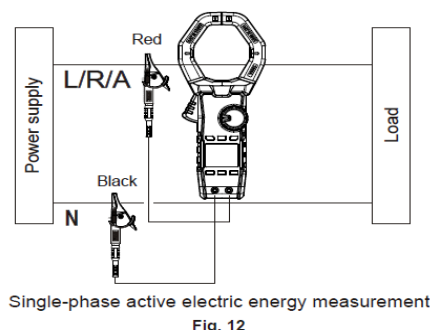

Fig. 12
6. Setări modul de acumulare a energiei electrice (Fig. 12)